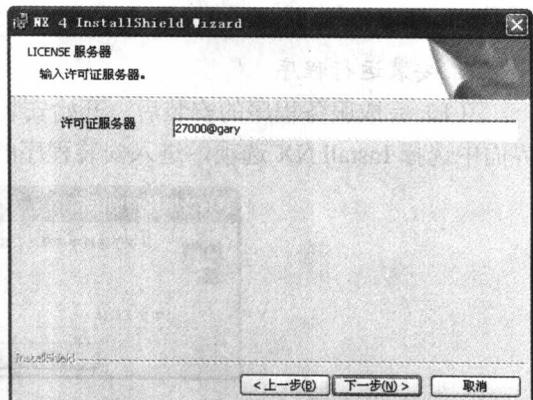

图 1-15 服务器验证界面
(6) 单击 **下一步(N) >** 按钮进入服务器验证界面，如图 1-15 所示。